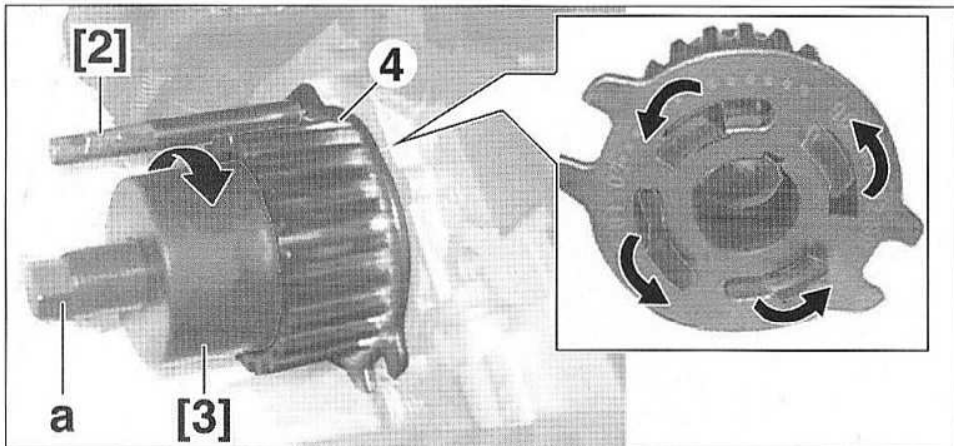
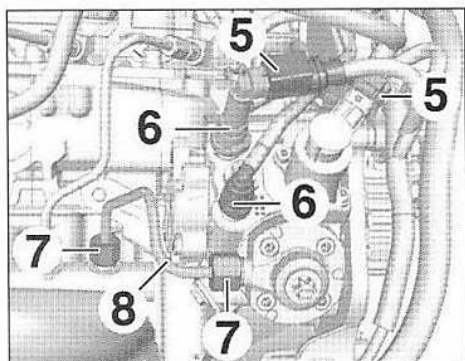

FIG.52
FIG.53
- Mettre en place l'outil [3] dans les gorges du pignon (Fig.52).
- le pignon (4) en serrant la vis (a) de l'outil [3],
- Débrancher (Fig.53) :
- les connecteurs (5),
- les raccords (6) des canalisations basse pression.
- Desserrer les raccords (7).
- Déposer la canalisation haute pression (8).